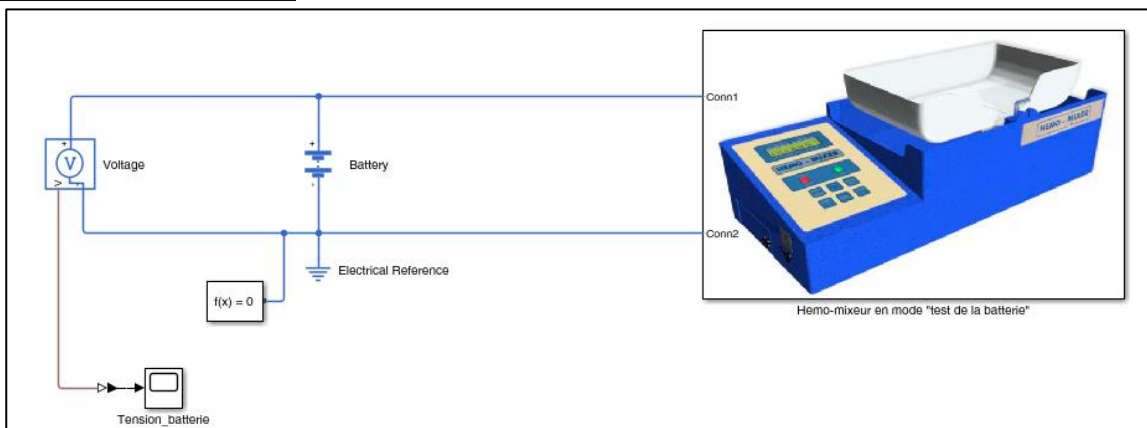

Figure 5 : Modélisation multiphysique du fonctionnement de l'hémo-mixeur en mode « Test de la batterie ».
- **ouvrir** le fichier Matlab Simulink « Test_batterie_eleve.slx ». Le modèle de la figure 5 apparaît.